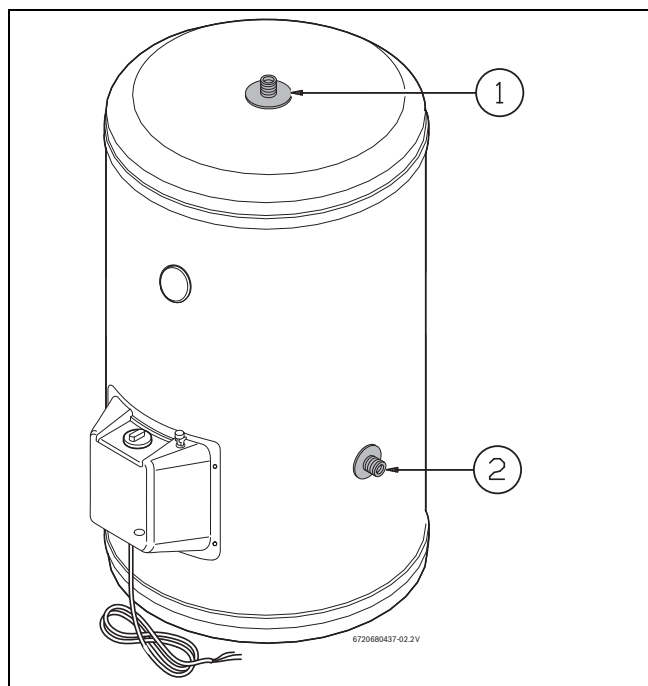

Fig. 6
- ▶ Identifique la tubería de agua fría y de agua caliente (Fig. 6) para evitar un posible intercambio entre ellas.